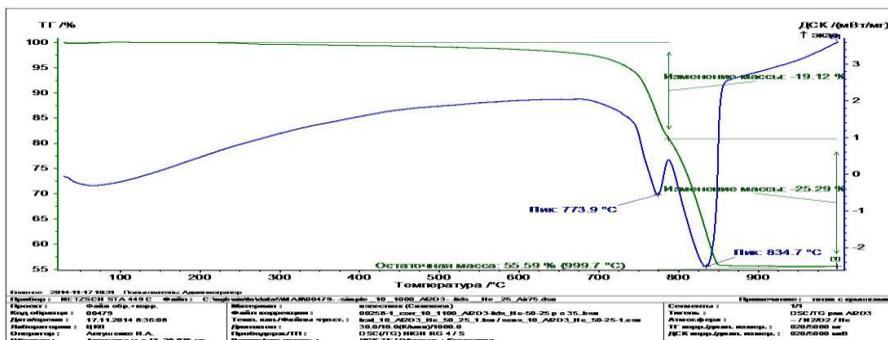

Рисунок 4. Термограмма кальцита с доломитом
**Термический анализ** сводится к получению кривых нагревания (или охлаждения) вещества с целью установления эндо- и экзотермических эффектов (рис.4). эти эффекты обуславливаются физическими и химическими превращениями, происходящими в исследуемом веществе при повышении температуры (выделение воды, окисление, восстановление, переход в новую полиморфную модификацию и другое).